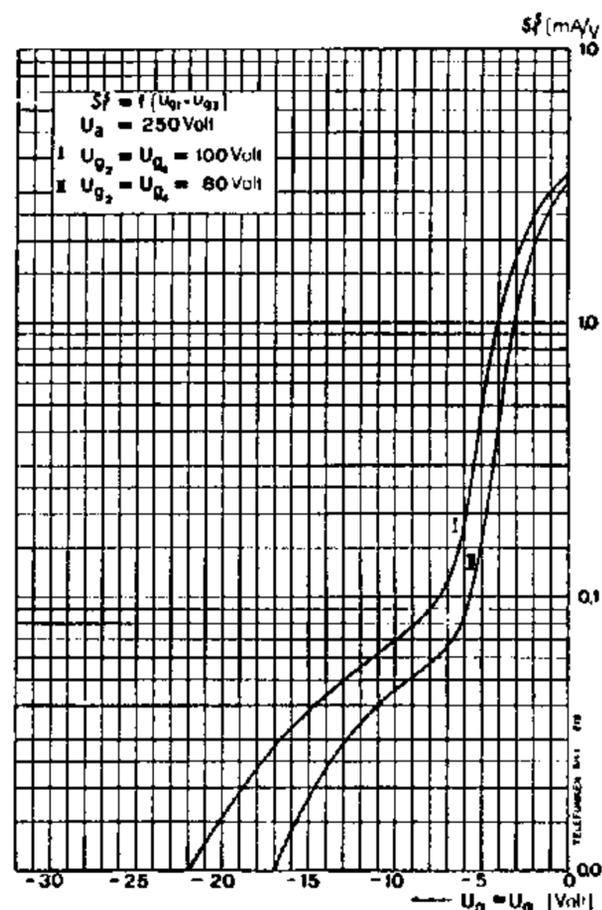

Bild 257. Zusammenhang zwischen Steilheit ( $S$ ) und Vorspannung der beiden Steuergitter (für regelbare HF-Verstärkung,  $U_{g_1} = U_{g_3}$ )
**B. Verwendung als Regelröhre.** Die Hexode AH 1 ist besonders als schnell regelnde HF- oder ZF-Verstärkerröhre vorzüglich geeignet. Sie wird besonders als Eingangsröhre eines Geradeausempfängers verwendet, bei dem man mit einer geringen Regelspannung eine gute und schnelle Verstärkungsregelung erreichen will. Als ZF-Röhre im Überlagerungsempfänger ist es im allgemeinen nicht zweckmäßig, eine Hexode vor dem Gleichrichter zu verwenden, weil diese Stufe nur beschränkt geregelt werden darf (s. Seite 39). Bei der Röhre AH 1 ist es auch nicht mehr wie bei der RENS 1234 notwendig, dem zweiten Gitter nur die halbe Regelspannung zu geben. Man kann vielmehr beide Gitter mit der gleichen Regelspannung versorgen. Diese im Interesse eines vereinfachten Schaltungsaufbaues liegende Verbesserung wurde durch eine günstigere Ausbildung der Kennlinie erzielt. Die Verstärkungsregelung geht äußerst rasch vor sich. So kann man z. B., wie aus Bild 257 zu ersehen ist, bei einer Schirmgitterspannung von 80 V die Steilheit im Verhältnis 1 : 200 durch eine Gittervorspannungsänderung auf -15 V herabsetzen. Wählt man die Schirmgitterspannung mit 100 V (Kurve I), so benötigt man wohl etwas größere Regelspannung, erzielt dadurch aber bei gleicher zugelassener Verzerrung einen etwas größeren Aussteuerbereich.